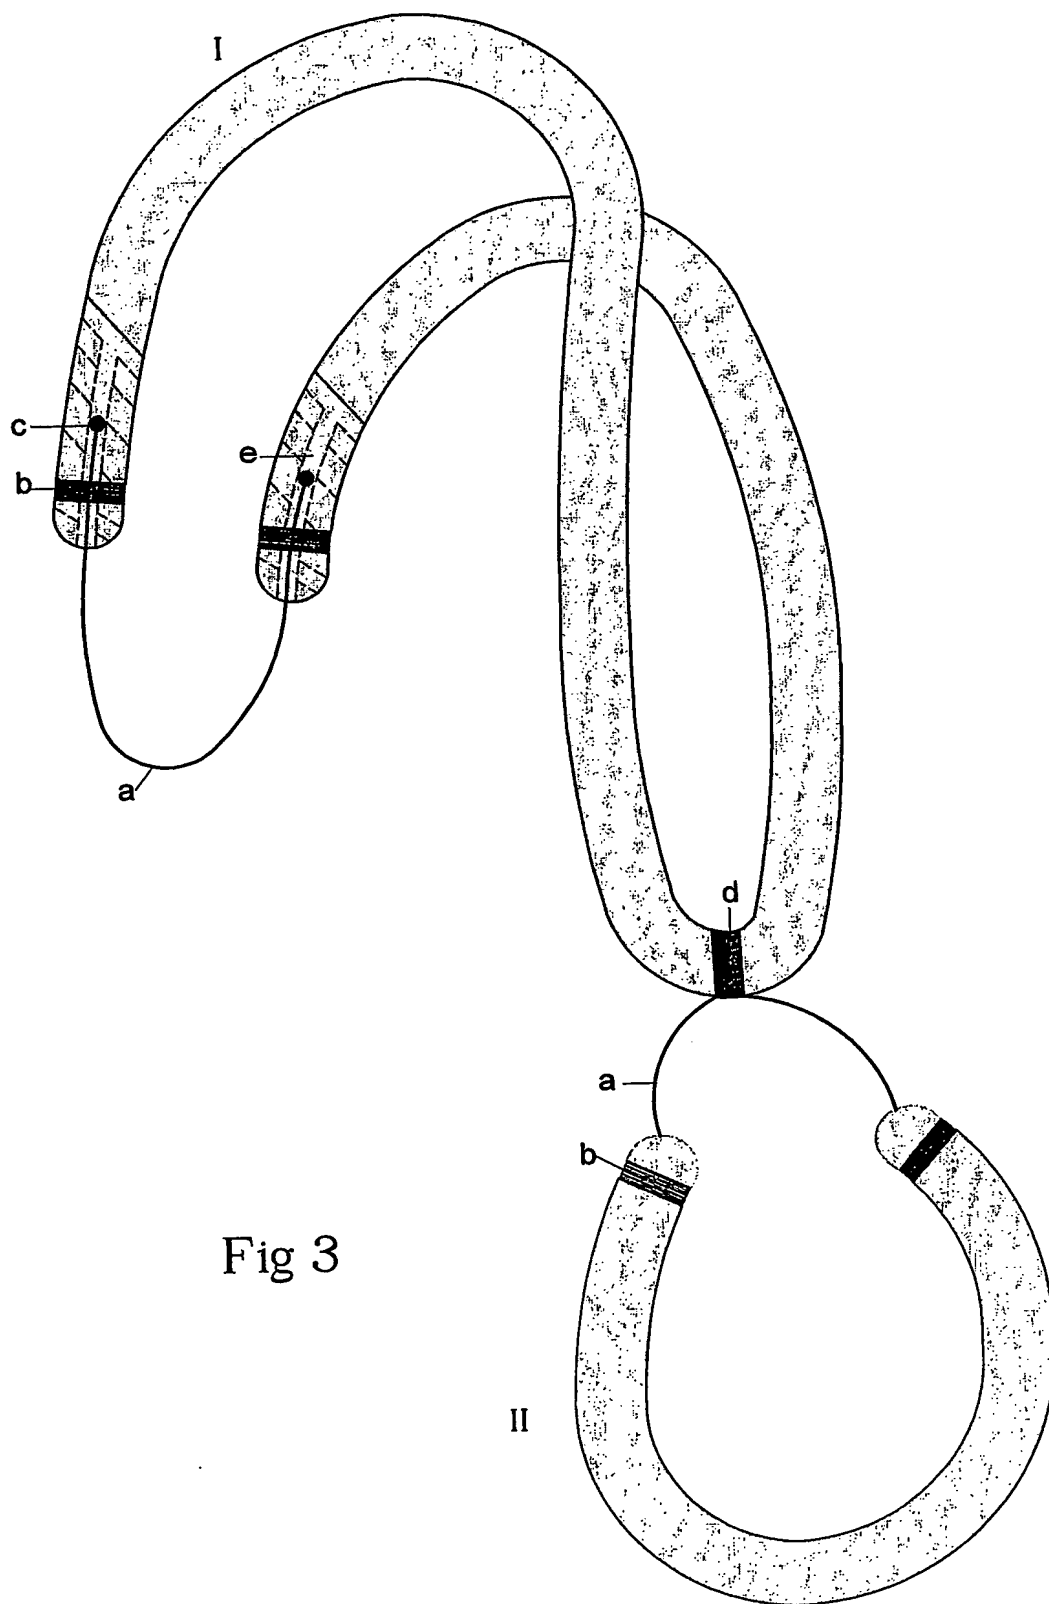

Fig 3
L'invention concerne directement les points A,B,D et (3/10, Fig 3).
Schéma des sandows liés (3/10, Fig3, un seul élastique I et II est représenté).
- 25 11)- Catapulte selon la revendication n°1, caractérisée en ce que les sandows propulseurs sont liés par une pièce ou ligaturés aux sandows tendeurs(planche 3/10 ; Fig 3). Le nombre d'élastomères, et leurs sections est fonction de la force de chaque individu et de la puissance recherchée pour propulser une flèche d'un calibre donné.